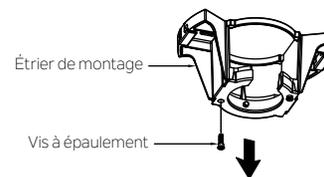

Fig. 14
Étape 1. Retirer l'une des deux vis à épaulement du support de montage. Desserrer la seconde vis à épaulement sans l'enlever complètement. (Fig. 14)